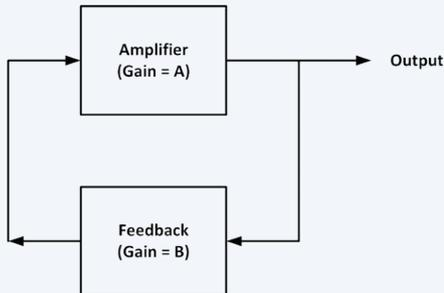

Bild 1. Prinzip eines Oszillators.
Ein Sinusoszillator besteht aus einem Verstärker und einem Rückkopplungsnetzwerk (**Bild 1**). Für einen funktionierenden Oszillator müssen die folgenden zwei Bedingungen erfüllt sein:
- Die Schleifenverstärkung ( $A \times B$ ) in Bild 1 muss gleich oder größer eins sein